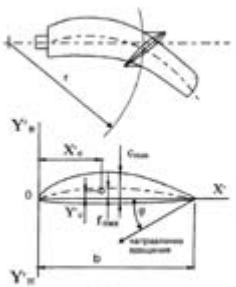

Рис. 3.1
- Геометрические характеристики лопастей представляются в виде зависимостей безразмерных параметров и координат сечений лопастей от относительного радиуса $\bar{r} = r/R$ (см. рис. 3.1 - 3.3):